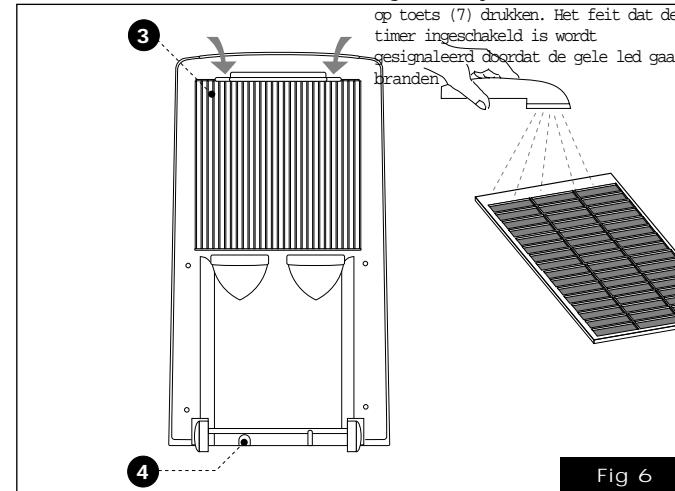

Fig 6
Prima di effettuare il trasporto scaricare completamente l'acqua di condensa aprendo il tappo (fig 6/4).
- Premere le due linguette della griglia posteriore ed estrarla (fig 6/3).
Prior to transport, always open the plug (fig. 6/4) and drain all the condensation.
- Press the two tabs of the rear grille and remove it (fig. 6/3).
Avant d'effectuer le transport, vidanger complètement la condensation en enlevant le bouchon (Fig.6/4).
- Appuyer sur les deux languettes de la grille arrière et la sortir (Fig.6/3).
Vor dem Transport erst das Kondenswasser vollständig ablassen. Dazu den Stöpsel entfernen (Abb. 6/4).
- Die zwei Federkeile des hinteren Gitters drücken und das Gitter herausziehen (Abb. 6/3).
Antes de efectuar el transporte vaciar completamente el agua de la condensación abriendo la tapa (fig. 6/4).
- Apretar las dos lengüetas de la rejilla trasera y sacarla (fig. 6/3).
Alvorens de airconditioner te gaan verplaatsen moet u het condenswater eerst helemaal weg laten lopen door de dop (fig. 6 - 4) open te draaien.
- Duw de beide lipjes van het rooster aan de achterkant in en haal het rooster (fig. 6/3) eruit.